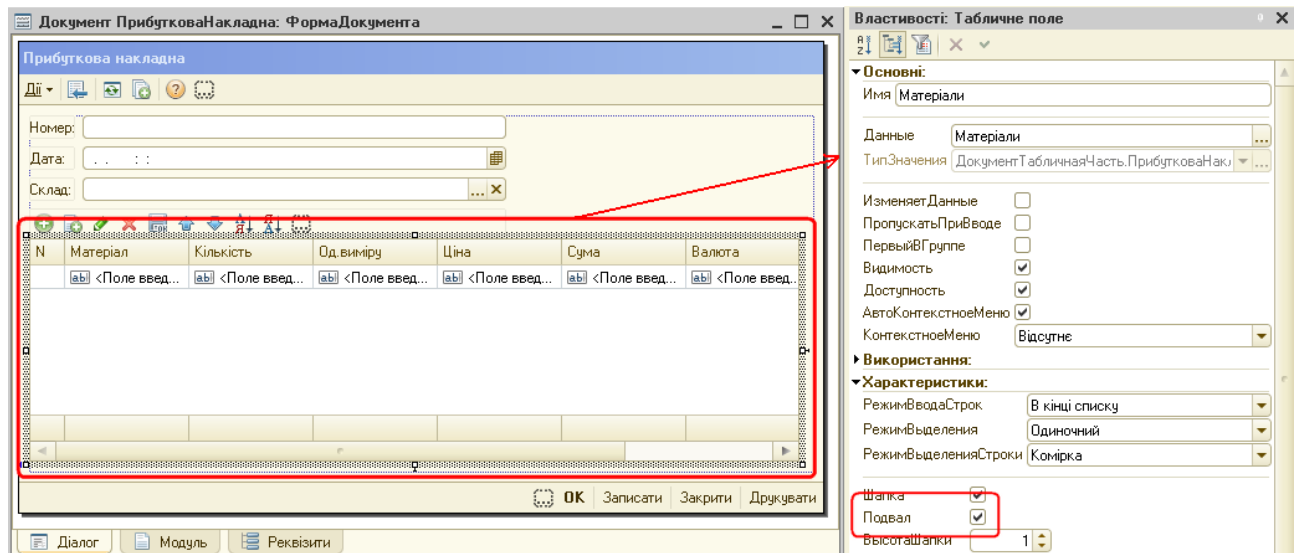

Рис. 13. Вікно властивостей об'єкту «Табличне поле»
11) Для того, щоб відобразити загальну суму одразу на формі, необхідно включити можливість використання підвалу. Для цього потрібно на формі вибрати об'єкт «Табличне поле» (сама таблична частина документа) і у вікні, що з'явилося вибрати прапорець «Подвал» (рис.13).